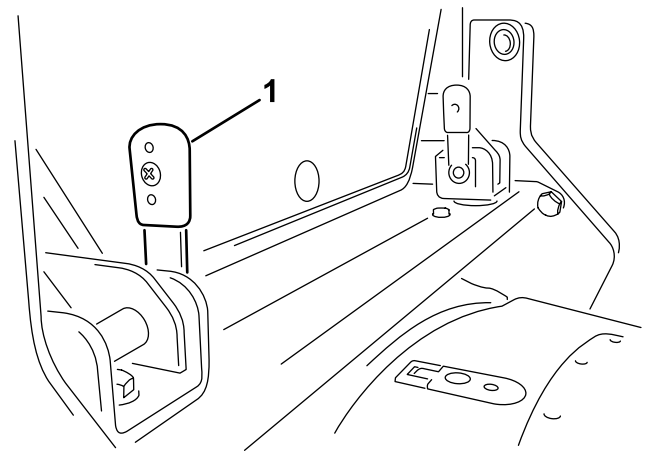

Figura 21
3. Gire las manivelas de los pasadores de cierre de modo que apunten hacia arriba (Figura 21).